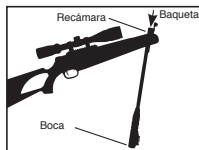

ilustración 9
2. Abra el cañón ligeramente (sin halar el cañón hasta el punto que se amartille) y mire la recámara para ver si el rifle de aire comprimido está atascado (ver la **ilustración 9**) **NUNCA MIRE LA BOCA DEL CAÑÓN.**